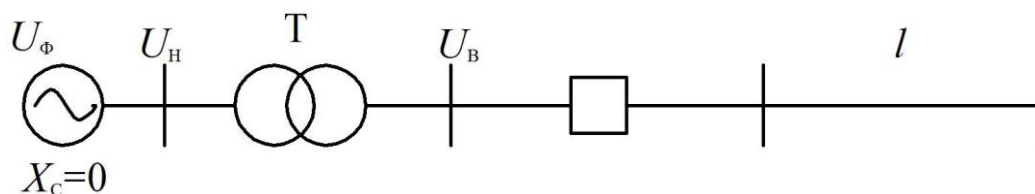
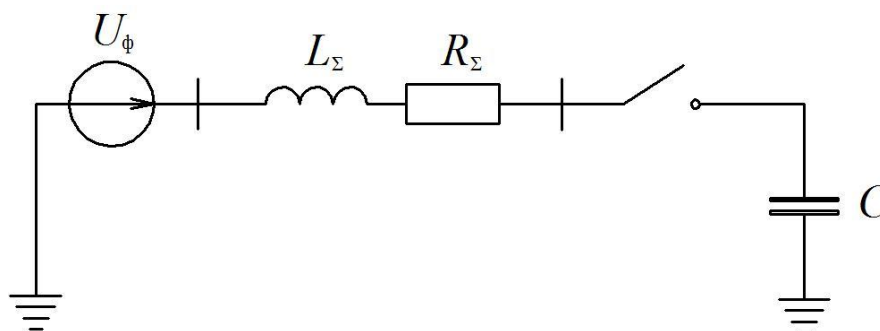

Рис. 1
Рис. 2
Исследования проводятся в лаборатории «Исследования режимов работы систем электроснабжения» с использованием вычислительной техники применительно к схеме, приведенной на рис. 1, схема замещения приведена на рис. 2, а исходные данные в табл. 1. В табл. 1: U_{0*} – отношение величины U_0 к амплитудному значению величины фазного напряжения, U_0 – значение напряжения на рассматриваемой фазе линии в момент ее включения, Ψ – фаза напряжения источника в момент коммутации.
Каждому студенту предлагается подготовить исходные данные для схемы рис. 2 согласно выданному варианту. Как правило, для студентов очной формы обучения это вариант задачи №13 [4], решаемой на практическом занятии, для студентов заочной формы обучения это вариант курсовой работы.
2. Цель работы, схемы рис. 1, 2 и пояснения к ним.